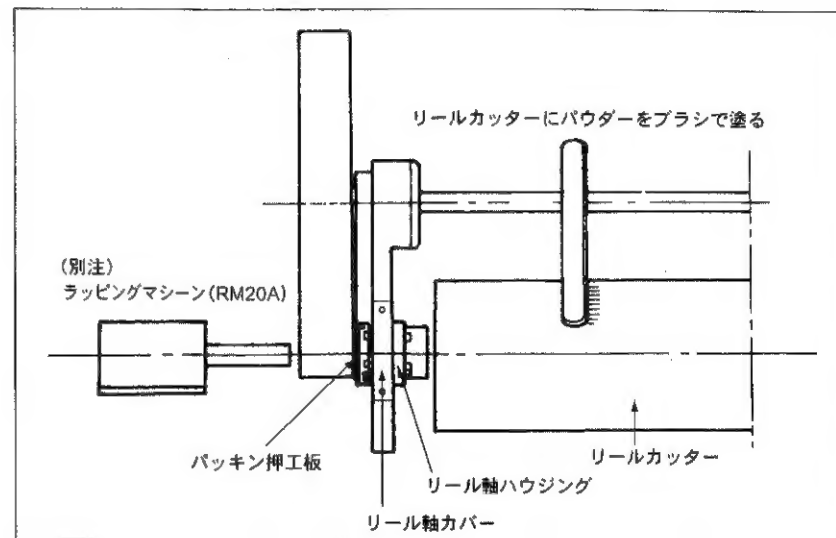

図4-1
- ① ラッピング研磨は、芝刈り作業終了後、そのままの状態では新聞紙がよく切れる所と切れない所をチェックします。(全面が切れないときは、新聞紙を二重にし、切れない所をとくによくチェックしてください)
- ② パッキン押工板(1-36)、ラッピング口パッキン(1-35)をはずし、ラッピングマシン(RM20A)を本機の20みぞ付特殊ナット(1-79)に接続します。(図4-1)
- ③ よく切れる所のみ、ラッピングパウダー(＃100～＃200)1に対し3～4の割合で油で混合したものをリールカッターに塗って逆回転させてください。(切り口がけば立ち、切れ味の悪い所には、絶対にパウダーを塗らないでください)
- ④ しばらく回転させておき、接触音がしなくなったら再度リールカッター全幅にわたり新聞紙が切れる所と切れない所を調べます。
リールカッターの両側についているリール軸ハウジング(1-25, 1-26)とリール軸カバー(1-71, 1-141)をはずすと、リールカッターは上に抜けます。(図4-1)